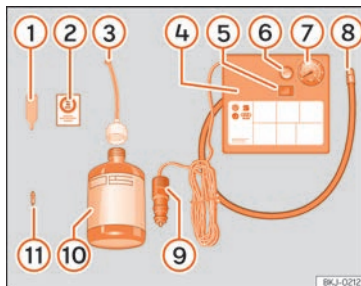

Abb. 32 Prinzipdarstellung: Bestandteile des Pannensets.
Das Pannenset befindet sich im Gepäckraum unter dem Bodenbelag. Es besteht aus folgenden Bestandteilen » Abb. 32:
- Ventilkappe und Ventileinsatz vom Reifenventil abschrauben. Verwenden Sie den Ventileinsatzdreher » Abb. 32 1 zum Heraus-schrauben des Ventileinsatzes. Legen Sie den Ventileinsatz auf einem sauberen Untergrund ab.
- Reifendichtungsmittelflasche kräftig schütteln » Abb. 32 10.
- Schrauben Sie den Einfüllschlauch »» **Abb. 32** ③ auf die Dichtmittelflasche. Die Folie am Verschluss wird automatisch durchstoßen.
- Verschlussstopfen vom Einfüllschlauch »» **Abb. 32** ③ entfernen und das offene Ende ganz auf das Reifenventil stecken.
- Ventileinsatz mit dem Ventileinsatzdreher »» **Abb. 32** ① wieder in das Reifenventil schrauben.
- Reifenfüllschlauch »» **Abb. 32** ⑧ des Luftkompressors fest auf das Reifenventil schrauben.
- Prüfen, ob die Luftablassschraube »» **Abb. 32** ⑥ zuge dreht ist.
- Stecker »» **Abb. 32** ⑨ in die 12 Volt-Steckdose des Fahrzeugs stecken »» **Seite 145**.
- Luftkompressor mit dem EIN- und AUS-Schalter »» **Abb. 32** ⑤ einschalten.
- Kleben Sie den Aufkleber »» **Abb. 32** ② im Sichtfeld des Fahrers auf das Kombi-Instrument.
Den Reifenfüllschlauch »» **Abb. 32** ⑤ wieder anschließen und den Reifenfülldruck an der Reifenfülldruckanzeige ⑥ ablesen.